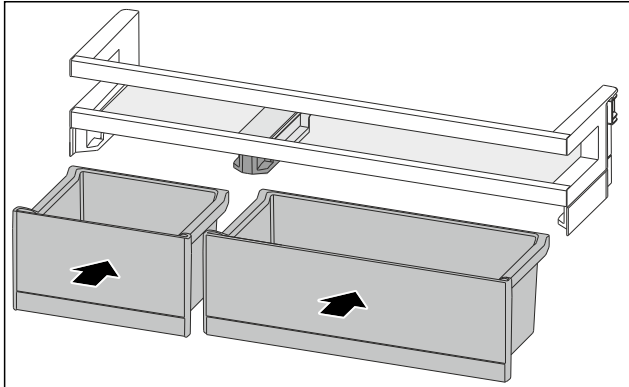

Fig. 155
- Installer les VarioBoxes dans l'agencement inverse. (voir *Fig. 155*)